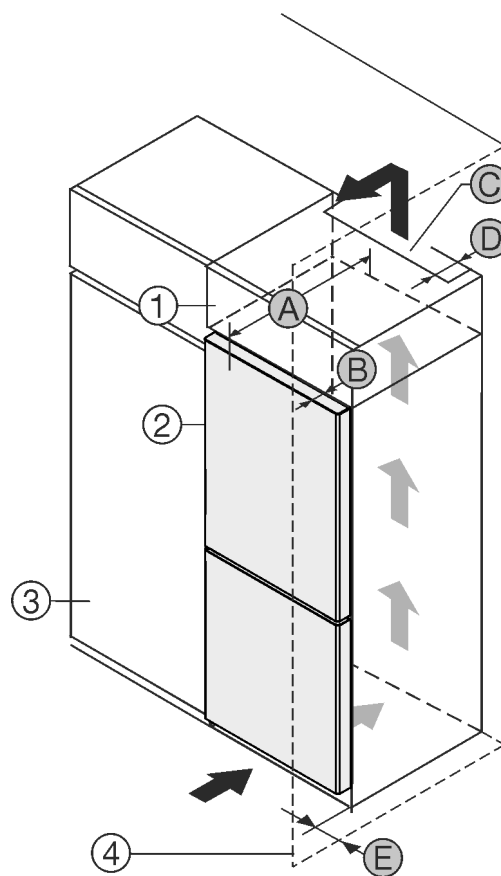

Fig. 1
Můžete přístroj nainstalovat přímo vedle kuchyňské skřínky Fig. 1 (3)\*
Na zadní straně nastavné skřínky musí být větrací šachta hluboká Fig. 1 (D) přes celou šířku nastavné skřínky.\*
Pod stropem místnosti musí být dodržen ventilační průřez Fig. 1 (C)\*
Když přístroj instalujete závěsy vedle stěny Fig. 1 (4), musí být vzdálenost mezi přístrojem a stěnou minimálně 13 mm.\*
Když přístroj instalujete závěsy vedle stěny *Fig. 1 (4)*, musí být vzdálenost mezi přístrojem a stěnou minimálně 20 mm.\*
Aby bylo možné dvířka plně otevřít, musí přístroj přesahovat o hloubku dvířek *Fig. 1 (B)* vůči přední linii kuchyňské skříňky. V závislosti na hloubce kuchyňských skříněk *Fig. 1 (3)* a použití vymezovačů odstupu od stěny může přístroj vyčnívat dále.\*